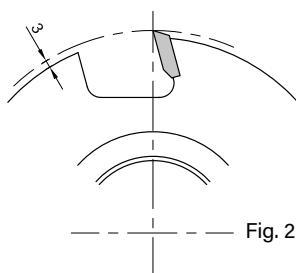

Fig. 2
- d. Round form tool, with maximum way out for the cutting edge of 3 mm (fig. 2).
- d. De forme ronde du corps, avec un dépassement d'arête inférieur à 3 mm (fig. 2).